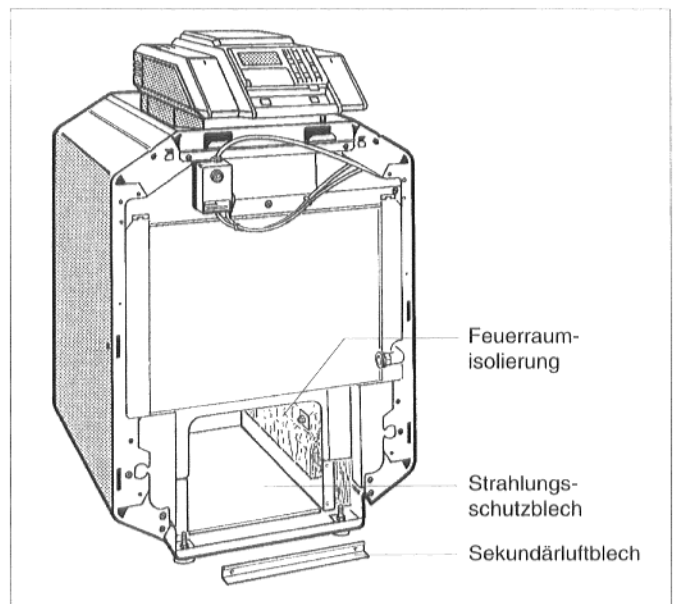

Abb. 5: G134 LP, Gasbrenner entfernt
- Zwei Schrauben lösen und Sekundärluftblech entfernen (Abb. 5).
- Strahlungsschutzblech mit der Umkantung nach unten auf das Bodenblech legen (Abb. 5).
- Die beiden Isolierstreifen auf der weißen Rückseite mit Kleber (Thermofix) bestreichen und im Feuerraum links und rechts mit den Ausschnitten nach oben andrücken. Bei vorhandenen Einschraubgewinden Isolierung zusätzlich mit vier Halteblechen und Schrauben befestigen (Abb. 5).